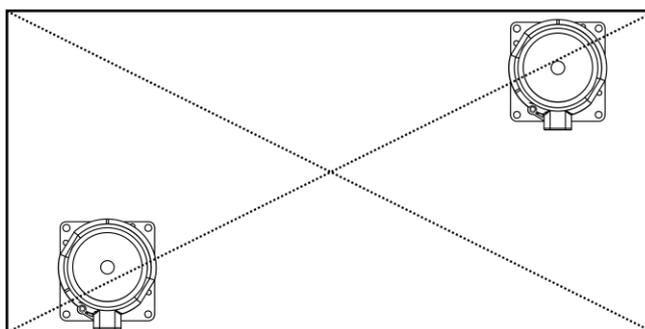

Рис. 2.4 Установка двух ДУТ в топливный бак – вид сверху
- Установка двух ДУТ в один топливный бак позволяет значительно уменьшить зависимость уровня топлива от угла наклона ТС. Установку двух ДУТ необходимо производить в местах, указанных на Рис. 2.4.